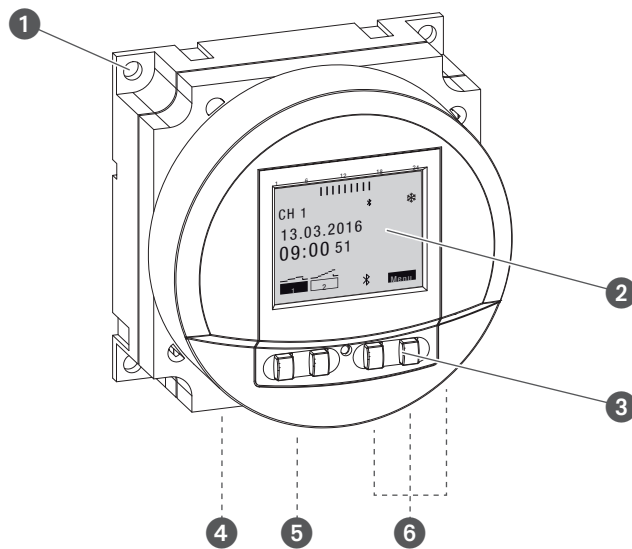
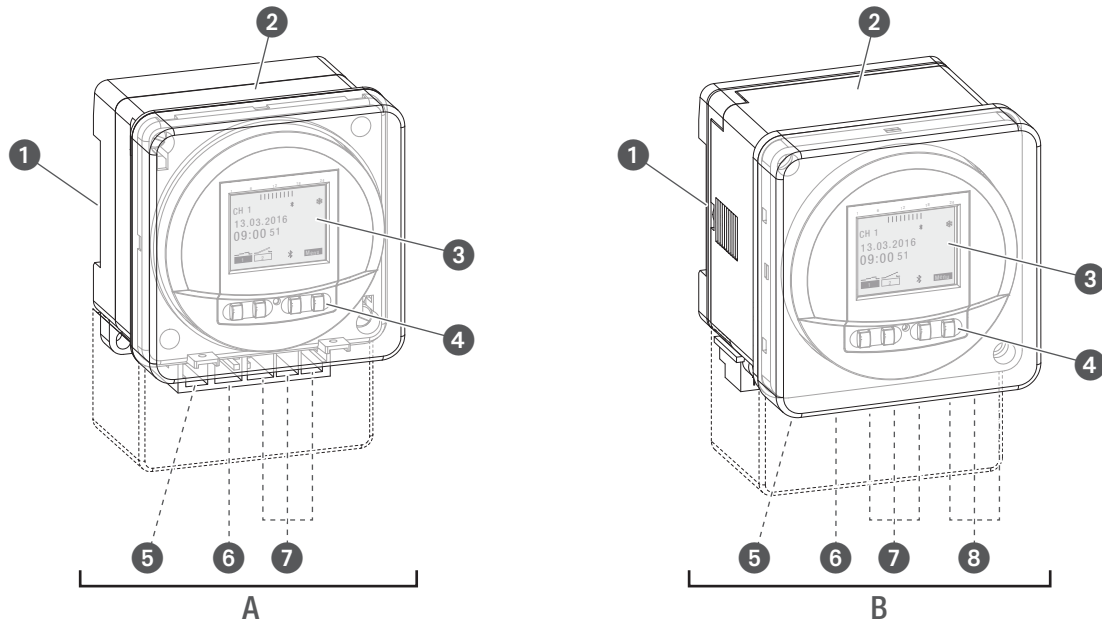

Abb. 1: Zeitschaltuhr FMD smart
Abb. 2: Zeitschaltuhr tactic smart
Die Zeitschaltuhr ist je nach Typ für eine Einbaumontage, Aufbaumontage oder mit einem Klicksystem auf eine DIN-Schiene geeignet (☞ Kapitel „Installation“ auf Seite 14); Die Zeitschaltuhr steuert das jeweils damit verbundene Gerät an. Die Zeitschaltuhr verfügt je nach Typ über 1 bzw. 2 Kanäle und kann über ein Display (Abb. 1/❷, Abb. 2/❸) mit 4 Bedientasten (Abb. 1/❹, Abb. 2/❺) bedient werden. Die Zeitschaltuhr kann manuell oder über ein mobiles Gerät programmiert werden. Die Frequenz des Funksignals liegt bei 2,4 GHz und die maximale Sendeleistung beträgt 1,8 mW. Die Programmierung der Zeitschaltuhr kann erst nach dem Anschluss an eine externe Spannungsversorgung erfolgen.